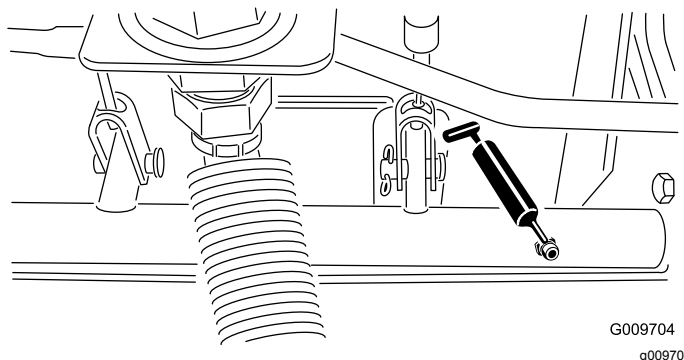

Рисунок 46
- Шарнирные опоры вала тормоза (5 шт.) (Рисунок 46)